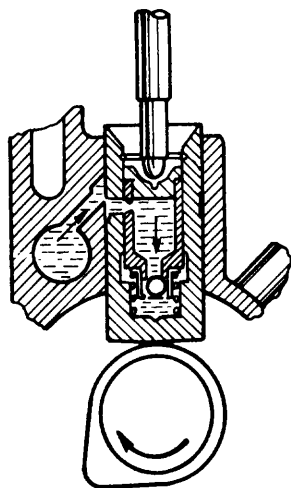
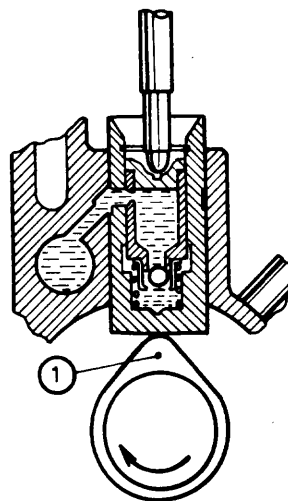

Fig. 3
Fig. 4
Funcionamiento de los taqués hidráulicos. El taqué (fig. 3) es alimentado de aceite por la bomba, a través de un conducto perforado en toda la longitud del motor. Cuando se cierra la válvula del cilindro, el aceite de la bomba entra a presión a la cámara superior, por los orificios perforados en el cuerpo y el émbolo, y obliga a la válvula de esfera a abrirse, venciendo la tensión de su resorte, pasando a la cámara inferior. Por la presión del aceite, el émbolo es empujado hacia arriba hasta que se pone en contacto con la varilla del balancín; de esta manera, se compensa cualquier juego de las válvulas. Cuando el lóbulo (1) de la leva se comunica con el taqué (fig. 4), éste se eleva produciendo un aumento de presión en la cámara inferior que cierra la válvula, lo que permite que el taqué funcione como una sola pieza. Esta acción es transmitida al conjunto vástago-balancín produciéndose la apertura de la válvula del cilindro. Cuando el taqué baja, se cierra la válvula del cilindro y termina la presión sobre el émbolo.